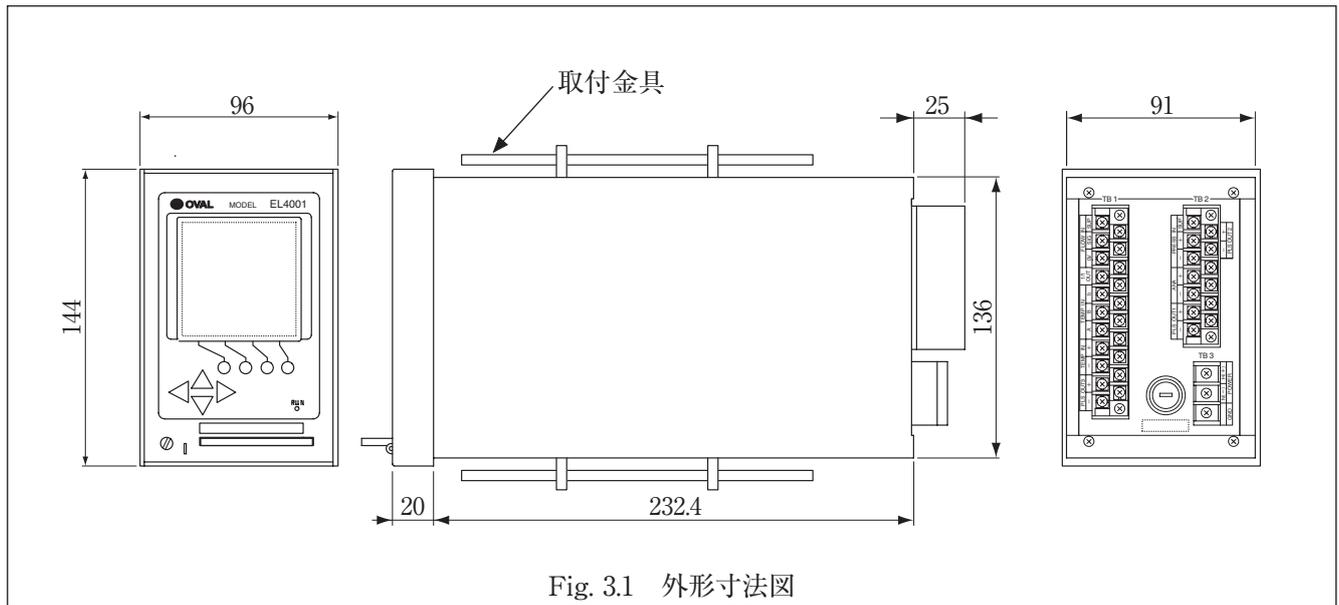

Fig. 3.1 外形寸法図
- (1) 流量演算器をパネル前面より差し込んでください。
- (2) 付属の外筐取付金具を外筐上下面の穴に掛け、前後左右の水平を確認した後、外筐取付け金具でパネルに固定してください。(Fig.3.1)